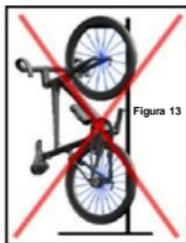

Figura 13
- Los productos WheelSystems de carbono se pueden dañar por un almacenamiento inadecuado. No cuelgue ni almacene su producto WheelSystems tal y como se muestra. (Figura 13)